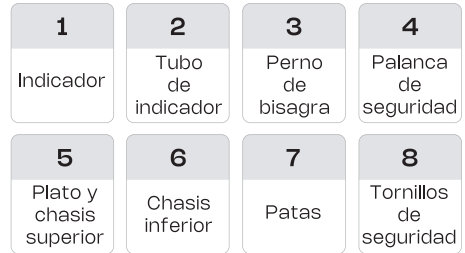

Figura 1. Vista Lateral
Al recibir su báscula de plataforma usted la encontrará como se muestra en la **figura 1**.
- IMPORTANTE.** Baje completamente los 4 tornillos de seguridad (**No. 8**) que se encuentran en el chasis inferior (**No. 6**) en la **figura 1** a la derecha. Estos tornillos sirven para que no se dañe la celda de carga en los embarques, pero si los deja arriba puede afectar las mediciones de su báscula de plataforma.